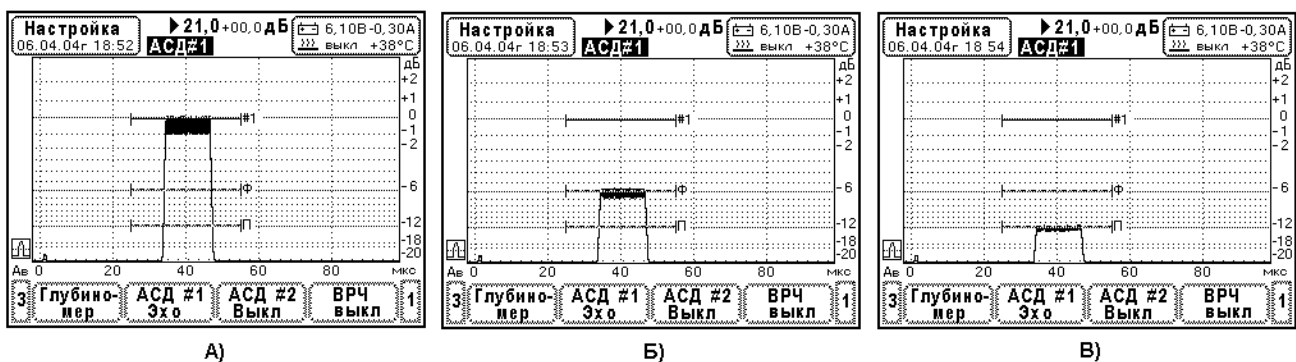

Рис. 10.6.9.1. Вид тест-сигнала на экране дефектоскопа при определении погрешности срабатывания порогового индикатора.
3. Настройка системы АСД#1. В режиме «Настройка» выберите элемент главного меню «АСД#1» (внизу экрана). Затем в окне редактирования параметров выберите элемент меню «АСД#1», тогда открывается окно «Доп. параметры». Здесь установите уровень фиксации –6дБ и поисковый уровень –6дБ, включите световую и звуковую сигнализацию. Закройте окно «Доп. параметры». В окне редактирования установите режим «ЭХО». Далее установите браковочный уровень такой, чтобы линия «#1» находилась на разметке экрана 0дБ. Установите начало и ширину строга АСД#1 таким образом, чтобы захватывался тест-сигнал (Рис. 10.6.9.1.).
4. Определение погрешностей пороговых индикаторов АСД#1. Меняя ослабление аттенюатора АТТ-90-0,1-95/2 найдите минимальную амплитуду тест-сигнала, при которой начинает срабатывать пороговый индикатор на браковочном уровне АСД#1. Зафиксируйте ослабление К1. Уменьшайте ослабление аттенюатора АТТ-90-0,1-95/2 (тест-сигнал увеличивается) и найдите его амплитуду, для которой устойчиво обнаруживает тест-сигнал на браковочном уровне АСД#1 (Рис. 10.6.9.1.А). Зафиксируйте ослабление К2. Погрешность порогового индикатора АСД#1 определяют по формуле  $\Delta K = K1 - K2$  [дБ]. Проведите аналогичные операции для определения погрешности порогового индикатора на уровне фиксации «Ф» и поисковом уровне «П» АСД#1 (Рис. 10.6.9.1.Б, В).